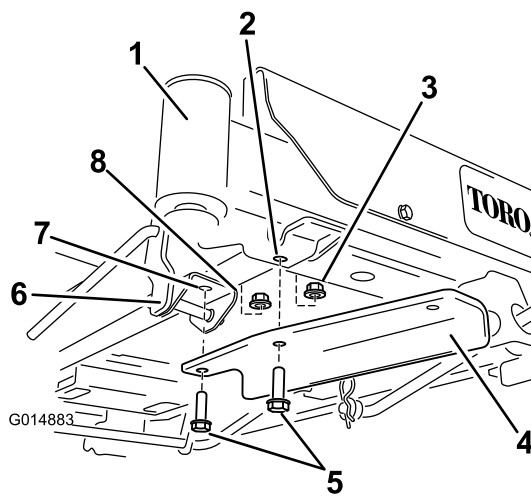

Bild 7
- Maschinen mit Hubfußpedal: Entfernen Sie die vorderen Befestigungen in der Halterung des Hubfußpedals und befestigen Sie die Halterung mit zwei Schrauben und zwei Sicherungsmuttern (Bild 7).